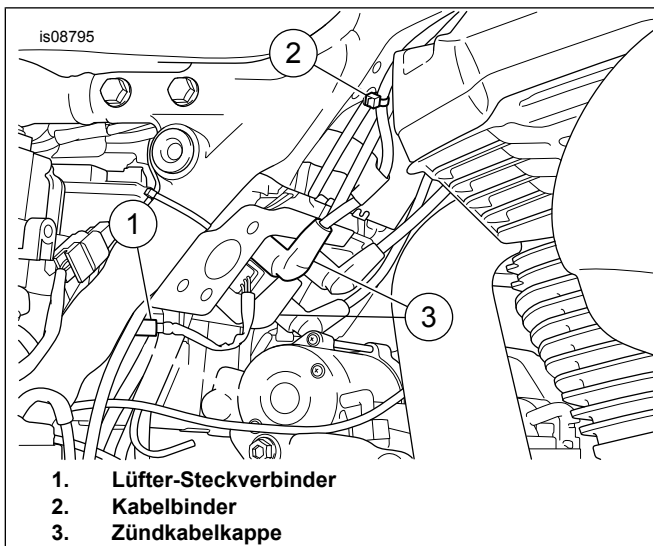

Abbildung 1. Lüfter-Steckverbinder
7. Siehe Abbildung 1 >. Lüfteranschluss suchen (1) und den Stecker abziehen.
- Bei der Neupositionierung sollten die rechten Zündkerzenkabelkappen (3) am Zündspulenpaket zur linken Fahrzeugseite zeigen.
- Siehe Tabelle 1. Der Rahmen ist mit Löchern für die Verwendung von Tannenbaum-Kabelbindern (12) versehen, um den Kabelbaum richtig zu verlegen oder die Zündkerzenkabel zu sichern.
- Beim Verlegen der Zündkerzenkabel (2) darauf achten, dass genügend Abstand zwischen Rahmen und Motorbaugruppe besteht.
Siehe Abbildung 1 >. Die rechten Zündkerzenkappen neu positionieren.